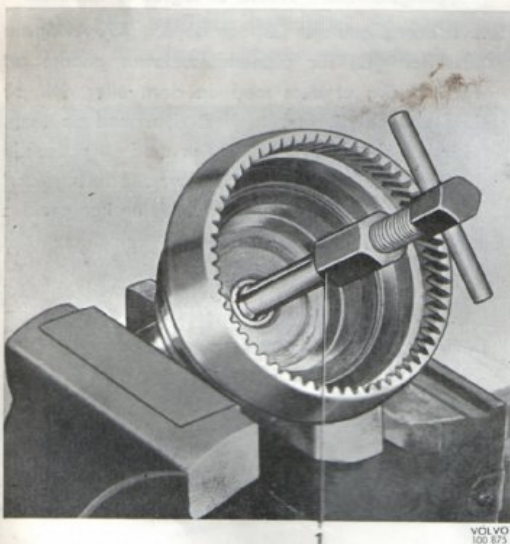

Bild 17. Demontering av nållager, utg. axel
6. Lossa skruven och drag ut bussningen och lilla hastighetsmätarhjulet. Lossa muttern för medbringaren (26). Drag av medbringaren. Använd avdragare SVO 2261 för runda medbringare och SVO 2262 för övriga. Placera huset i en press och pressa ut utgående axeln (25).
7. Tag bort lösringen (36) (sen. utf.) och oljeledplåten (brickan) (35) som håller frihjulet i utgående axeln. Lyft ut frihjulsdelarna. Tag bort tryckbrickan (32). Om så erfordras drages nållagret (31) i utgående axeln ut med verktyg SVO 2423, se bild 17. Drag av lagret på utgående axeln, lämpligen med en s.k. knivavdragare.